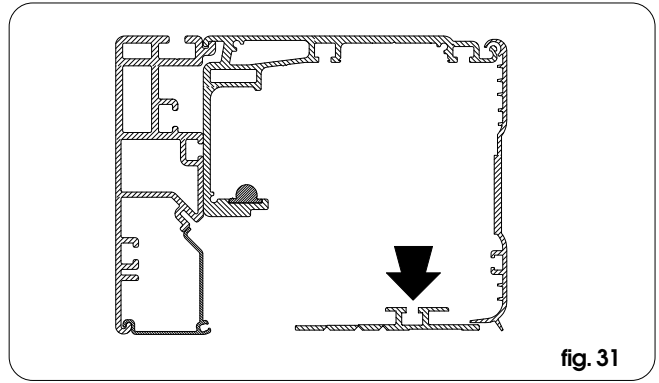

fig. 31
- Steek de trekschroeven die nodig zijn om de volgende componenten te bevestigen in de rail van het onderste kapprofiel van fig. 31, waarbij de onderstaande volgorde moet worden aangehouden: